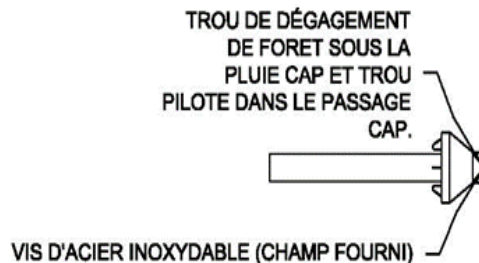
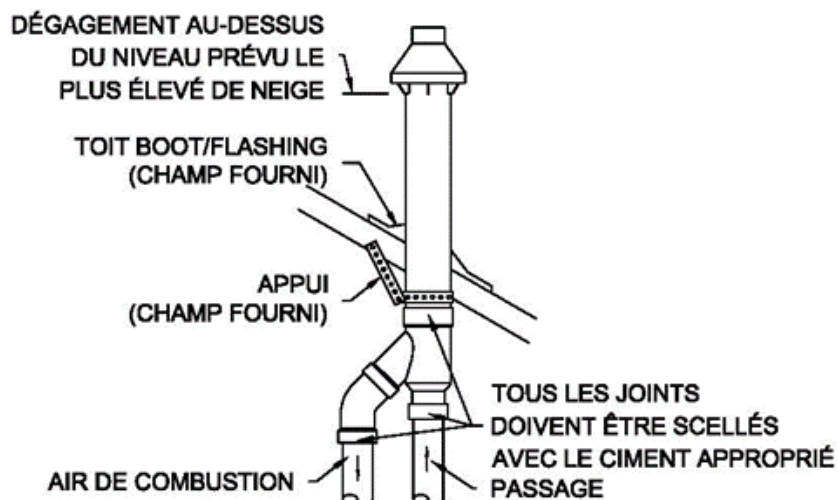

**Figure 20 - Identification des pièces du kit de ventilation concentrique**
Figure 22 - Fixation sur le toit de l'évent concentrique
- a. Collez le raccord en Y concentrique à un tuyau de plus grand diamètre (voir Figure 20).
6. Fixez l'assemblage à la structure du toit comme illustré à la figure 22 à l'aide de cerclages métalliques fournis sur place ou d'un matériau de support équivalent.
**Assurez-vous que la hauteur de la terminaison est au-dessus de la surface du toit ou du niveau de neige prévu (voir la figure 22).**
8. Collez les tuyaux d'air de combustion et d'évacuation du chauffe-eau sur le raccord concentrique en Y (voir Figure 20). Voir la figure 22 pour la bonne fixation des tuyaux.
1. Familiarisez-vous avec les kits de ventilation coaxiaux approuvés d'IPEX, comme indiqué dans le tableau 4 et les figures 20 à 22.
- a. Collez le raccord concentrique en Y à un tuyau du kit de plus grand diamètre (voir Figure 20).